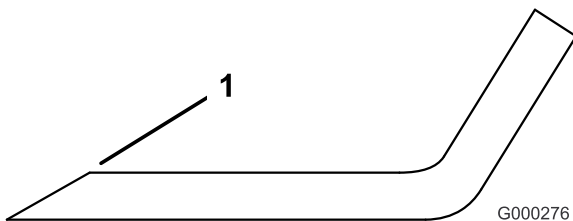

Figure 60
1. Au moyen d'une lime, aiguissez les tranchants à chaque bout de la lame (Figure 60). Veillez à conserver l'angle de coupe d'origine. Limez la même quantité de métal sur chacun des deux tranchants pour ne pas déséquilibrer la lame.